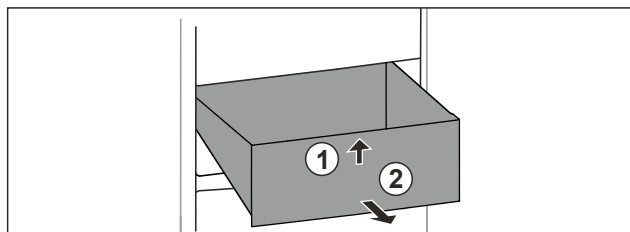

Fig. 97
- Ridicați sertarul în față. Fig. 97 (1)
- Extrageți sertarul spre înainte. Fig. 97 (2)